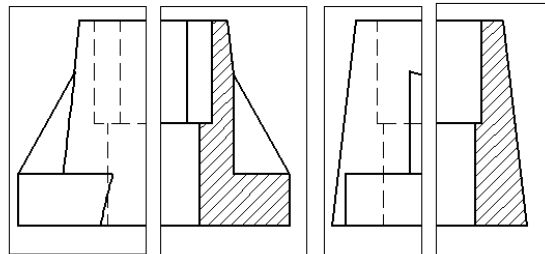

Рис. 31
ный) (рис.31), каждый раз
**«Указанием»** активизировать вид слева – (привязка «\_Center of») (рис. 31).